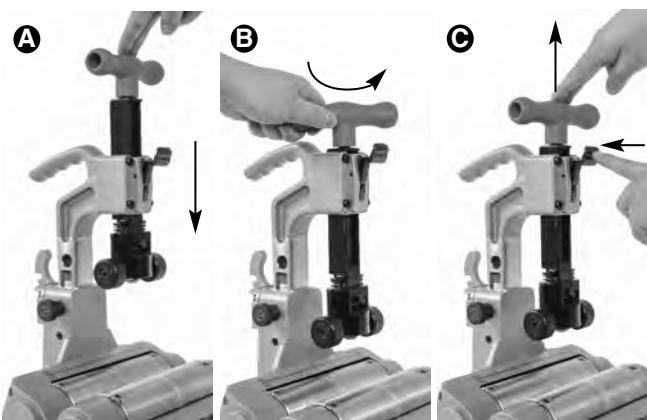

Figura 7 – Alimentación rápida: A: avanzar, B: aflojar, C: retrair
1. Para avanzar la rueda de corte, empuje el mango hacia abajo (Figura 7 A) hasta que entre en contacto con el tubo.
2. Para retrair la rueda de corte, afloje el mango del tornillo de alimentación, dándole 1 a 2 vueltas (Figura 7 B). Presione la palanca de liberación (Figura 7 C) para permitir su retracción (es a resorte y controla el movimiento del mango).